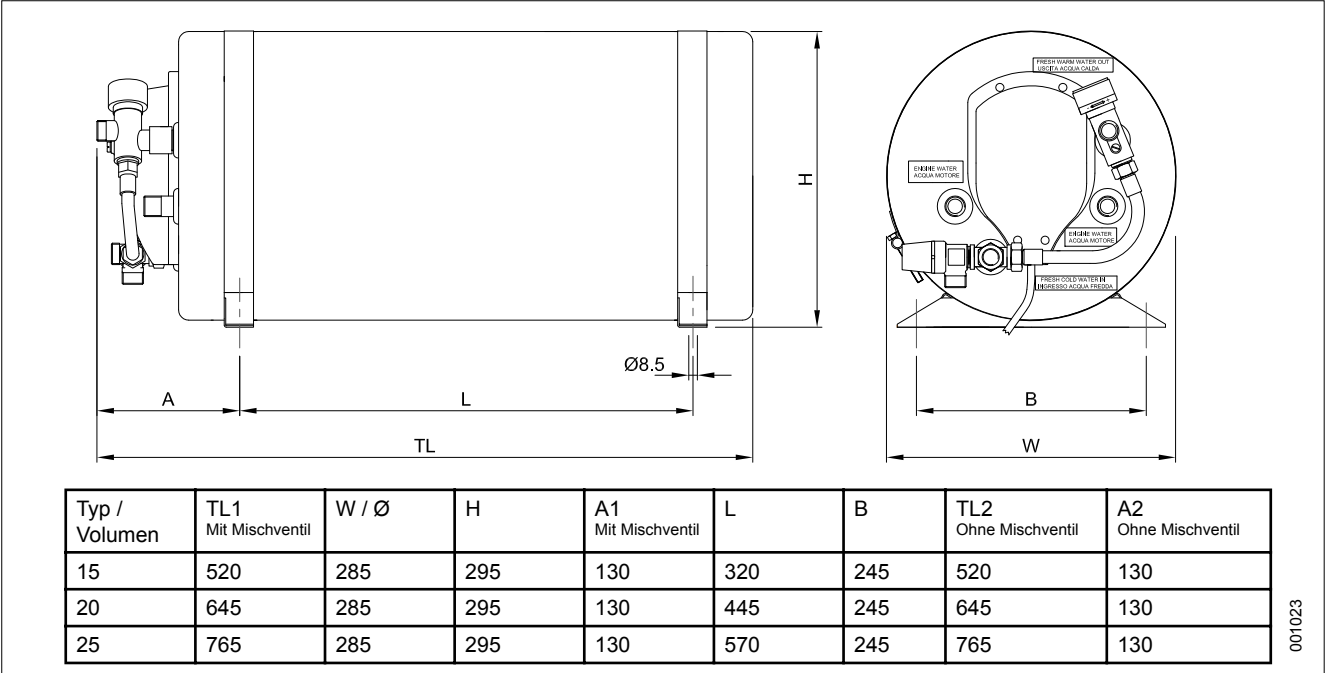

Abb. 13
Maße: Siehe Abb. 13
- Siehe Abb. 13